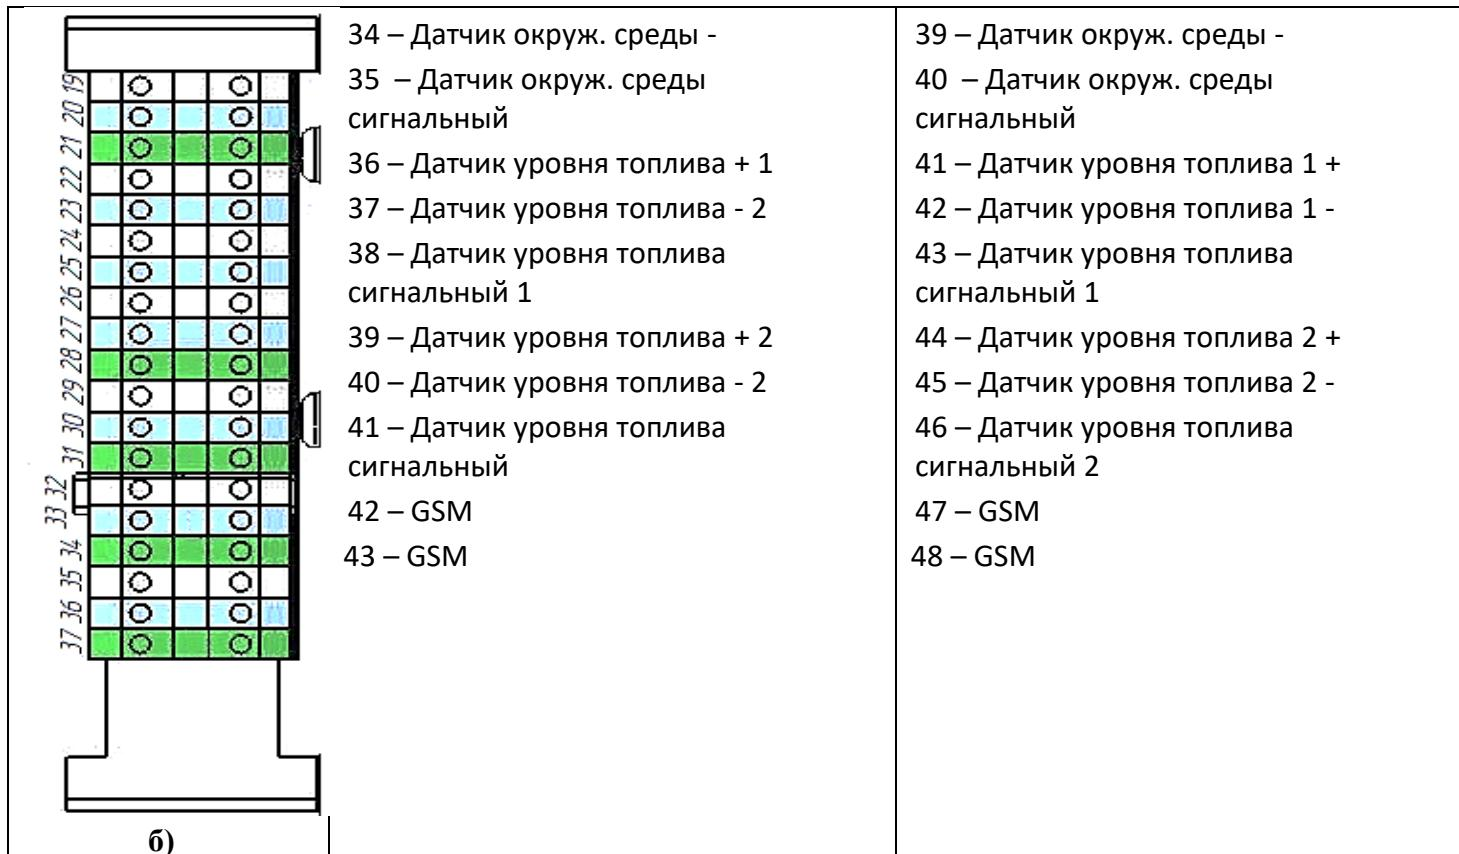

Рис. 22
**2.4.1** Перед началом работы котла, следует выполнить подключение исполнительных механизмов, согласно распиновки контактов клеммной колодки (см. рис. 22) панели управления Вашего котла. Подключение можно выполнить самостоятельно, либо обратитесь в сервисную службу завода изготовителя (см. Таблицу 2).